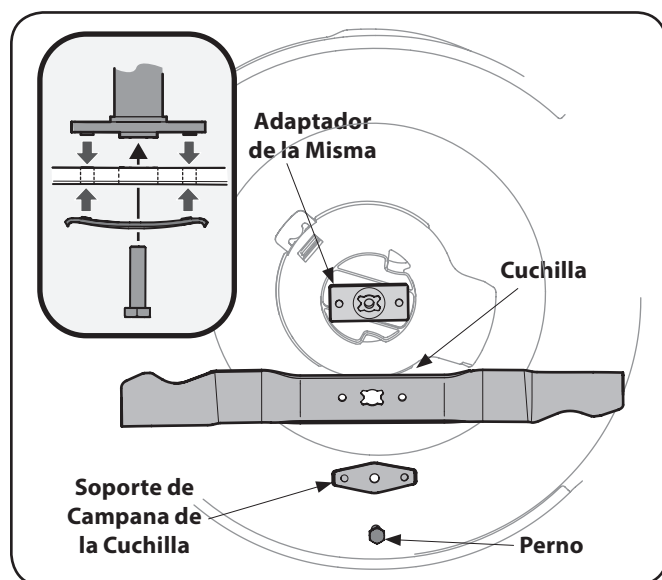

Figura 7-1
2. Saque el perno y el soporte de campana de la cuchilla que sostienen la cuchilla y el adaptador de la misma al cigüeñal del motor, Figura 7-1.
3. Saque la cuchilla y el adaptador del cigüeñal, Figura 7-1.
5. Lubrique el cigüeñal del motor y la superficie interna del adaptador de la cuchilla con aceite ligero. Deslice el adaptador de la cuchilla sobre el cigüeñal del motor. Instale la cuchilla con el lado marcado "Bottom" (inferior) o con el número de parte hacia el piso cuando la podadora está en posición de operación. Asegúrese que la cuchilla quede alineada y asentada en las bridas del adaptador. Vea Figura 7-1 inserción.